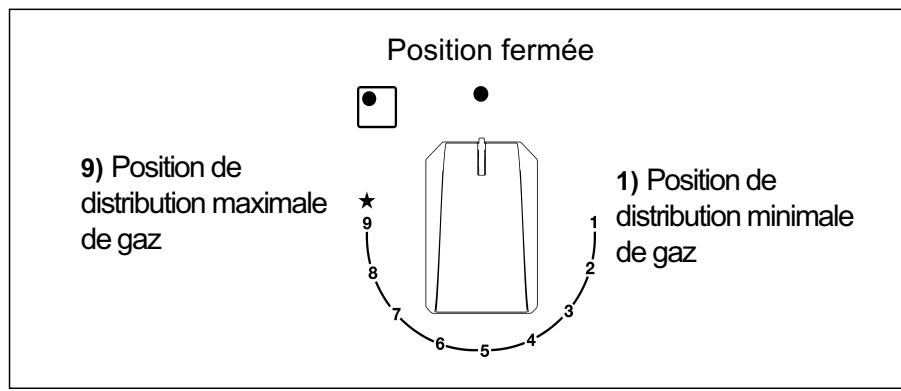

FIG. 1
Enfoncez et tournez en sens inverse horaire le bouton correspondant au brûleur à utiliser, tournez-le sur la position Maximum  (Position 9 fig. 1) puis appuyez à fond sur le bouton, le robinet est équipé d'une échelle de 9 positions, à chaque clic la flamme est réduite jusqu'à ce que vous atteigniez la position de 1, c'est-à-dire l'apport minimum de gaz.
Pour les brûleurs munis d'un thermocouple de sécurité, tournez en sens inverse horaire le bouton correspondant au brûleur à utiliser, tournez-le sur la position Maximum (Position 9 fig. 1) jusqu'à ce que vous sentiez un arrêt léger puis appuyez sur le bouton. Lorsque le brûleur est allumé, maintenez le bouton enfoncé pendant 10 secondes environ.
- Lorsque le point d'ébullition est atteint, tournez le bouton sur Minimum (Position 1, fig. 1).
- *l'allumage des brûleurs avec un thermocouple de sécurité n'est possible que lorsque le bouton se trouve sur la position Maximum (Position 9, fig. 1).*